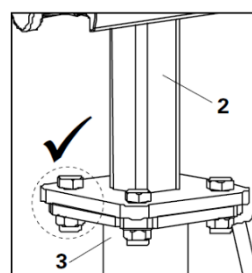

Fig. A2.05a
Usar sempre o parafuso M12 no lado do Cabeçal (2) e a cavilha no lado do prumo (3). (Fig. A2.05a)